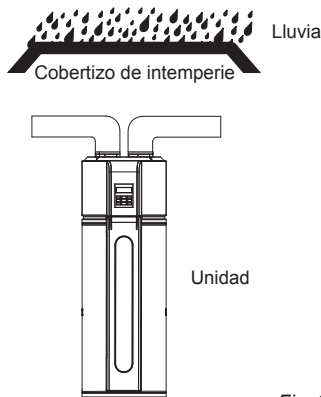

Fig. 3-7
- En el caso de que la unidad se conecte al exterior con conducto, deben tomarse medidas para protegerse contra el agua para evitar que entre agua en el interior de la unidad. (Fig. 3-7)